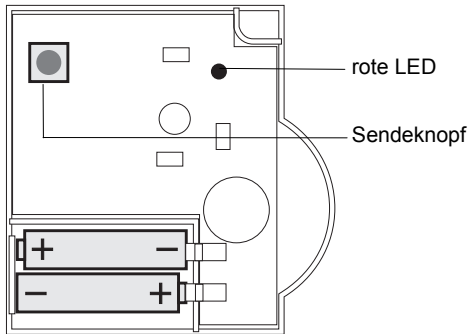

Bild 3: Polung der Batterien und Sendeknopf
- ▶ Aktivieren Sie innerhalb von 4 min. den Teach-in am Raumtemperaturfühler, indem Sie den Sendeknopf (siehe Bild 3) drücken.